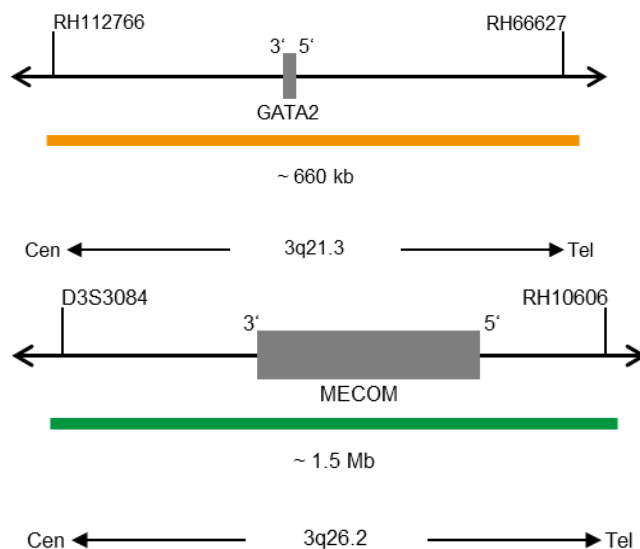

Fig. 1: Arriba: SPEC GATA2 Mapa de la sonda; abajo: SPEC MECOM Mapa de la sonda (no está a escala)
- Polinucleótidos marcados en naranja (excitación a 547 nm/emisión a 572 nm) ZyOrange (~6,0 ng/ μ l), dirigidos a secuencias localizadas en 3q21.3* (chr3:127,902,316-128,564,215) que albergan la región del gen GATA2 (ver Fig. 1).
- Polinucleótidos marcados en verde (excitación a 503 nm/emisión a 528 nm) ZyGreen (~12,0 ng/ μ l), dirigidos a secuencias localizadas en 3q26.2* (chr3:168,249,484-169,743,447) que albergan la región del gen MECOM (ver Fig. 1).